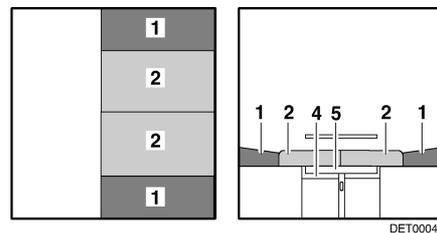

Fig. 45 Après la transformation
- Tirer les coussins d'assise (Fig. 45,2) vers le centre.
- Placer les coussins de dossier (Fig. 45,1) entre les coussins d'assise et la cloison.